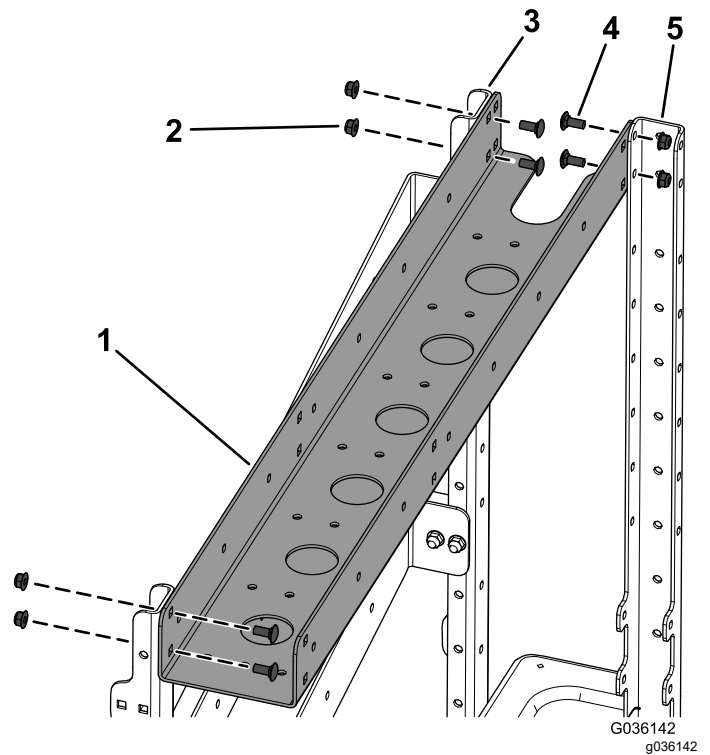

Figura 5
4. Instale el soporte de tubos en los 2 soportes verticales laterales y en el soporte vertical delantero con 6 pernos de cuello cuadrado (5/16" x 3/4") y 6 tuercas con arandela prensada (5/16"), tal y como se muestra en la Figura 5.